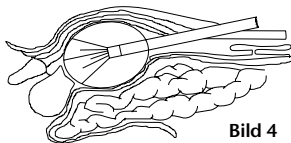

Bild 4
4. När instrumentet har förts in stängs uppblåsningspumpen med den transparenta anslutningen på ventilstommens öppna insufflationskran. Sedan tas obturatorn bort och ersätts med endoskopet, om det inte redan har gjorts (se punkt 2). Nu blåses ballongen försiktigt upp med pumpen genom insufflationskranen som är vänd uppåt. För att blåsa upp PAJUNK®-ballongsystemet (bilateralt) trycker du på pumpen max. 15 gånger (Extra Large 25 gånger), beroende på de anatomiska förhållandena och under konstant övervakning med endoskopet. Ballongens uppblåsning leder till en fortskridande dissektion som övervakas med endoskopet. (Bild 4)